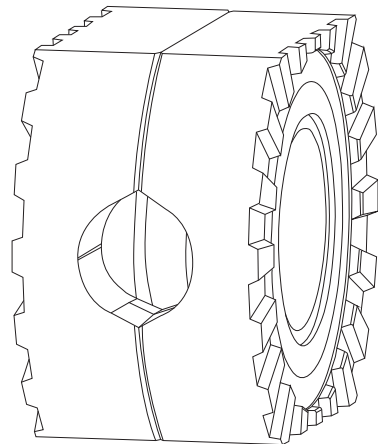

Рис. 4
10. Объедините обе распорные муфты со штифтами, пружинками и дистанционными кольцами в сборе в один пакет. Штифты одной муфты должны быть расположены напротив колодцев с пружинками другой муфты (**Рис. 4**).